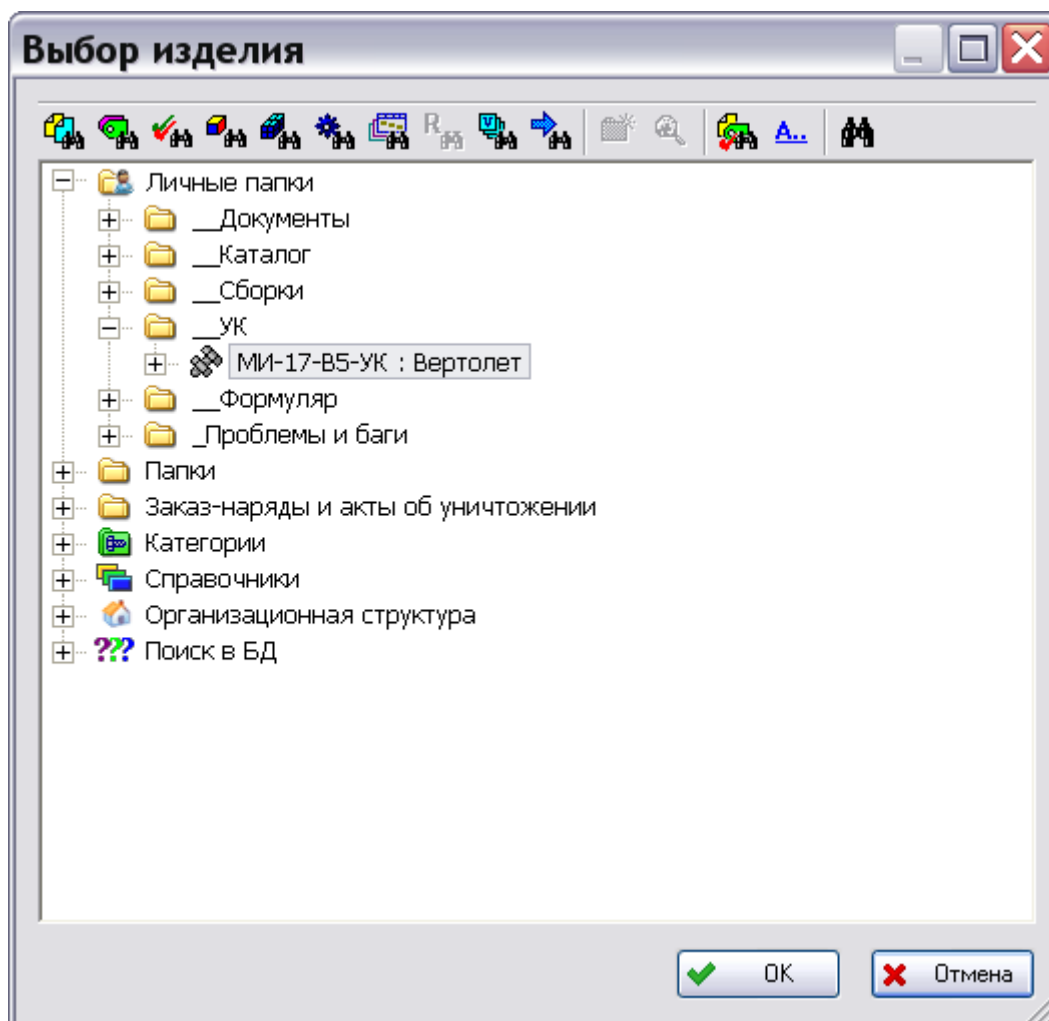

Рис. 29
1. В окне **Конфигурационные базисы** нажмите на кнопку **Создать базис** . После этого появится окно **Выбор изделия** (Рис. 29).